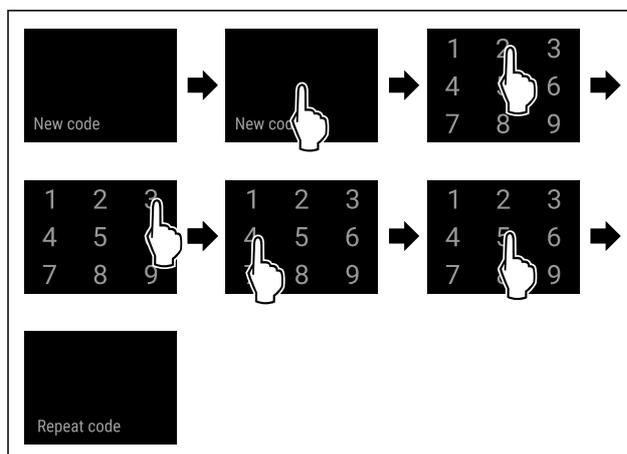

Fig. 92
► Handlungsschritte (siehe Fig. 92) durchführen.